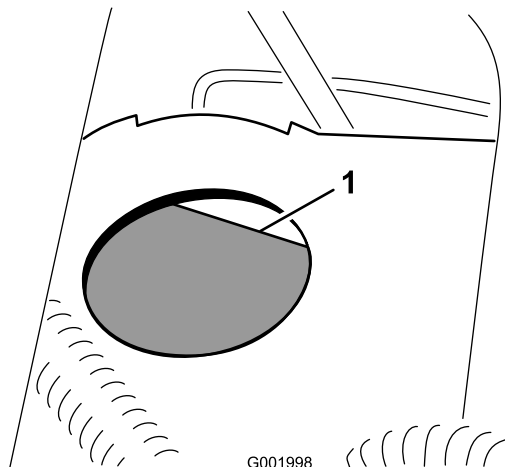

Figura 61
2. Il livello dell'olio deve raggiungere la linea di pieno sul serbatoio (Figura 61).